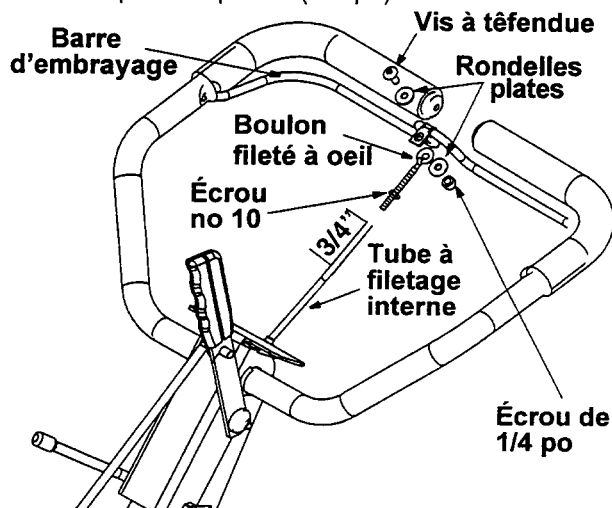

Figure 5
5. Installez le boulon fileté à oeil sur la barre d'embrayage de la façon illustrée à la Figure 5. Les pièces doivent être installées de haut en bas comme suit : vis à tête fendue, rondelle plate, attache, boulon à oeil, rondelle plate et écrou d'un quart de pouce (1/4 po).